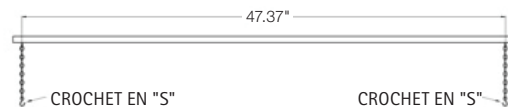

Figure 2
- 6 Fixez la lampe en passant en passant chaque crochet en "S" au travers du trou le plus gros et en remontant pour travers du plus petit trou. (Fig. 2)